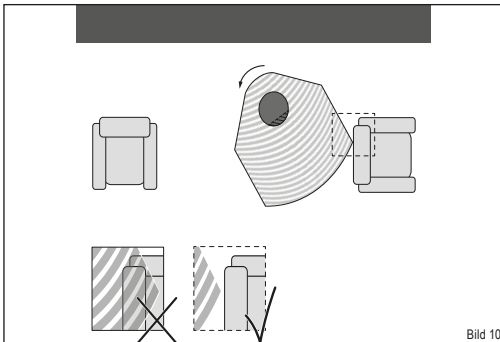
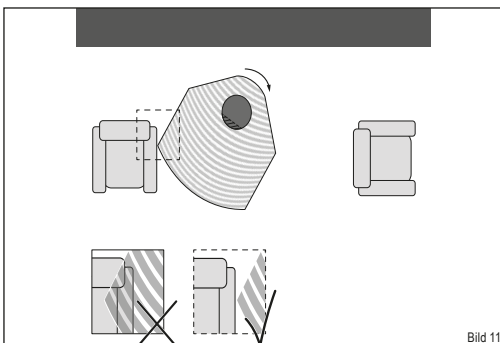

Bild 10
Bild 11
- In dem eingestellten Drehwinkel des Kaminofens darf sich innerhalb des Strahlungsbereiches kein brennbares Material wie, z. B. Möbelstücke befinden. (Bild 10 und Bild 11).